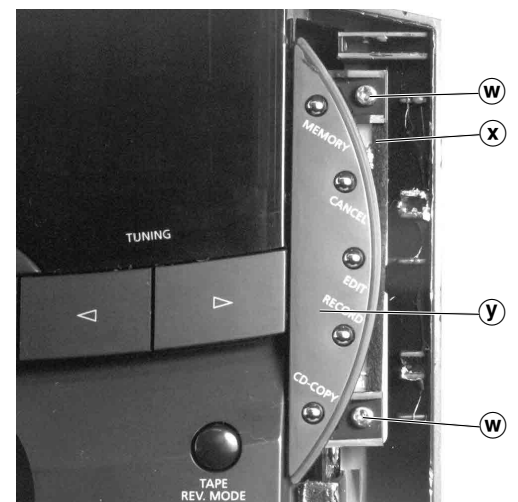

Fig. 17
- 2 Schrauben **W** herausdrehen (Fig. 17).
- Undo 2 screws **W** (Fig. 17).